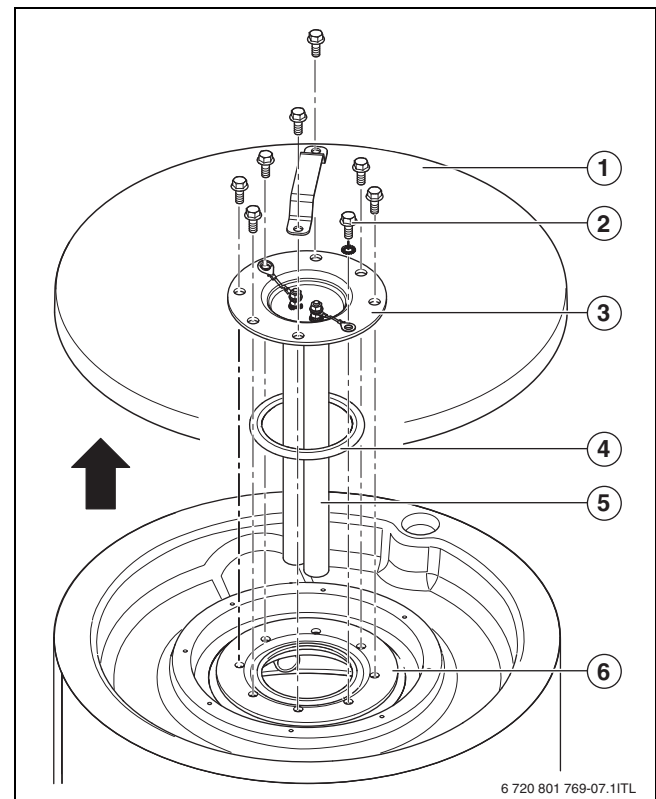
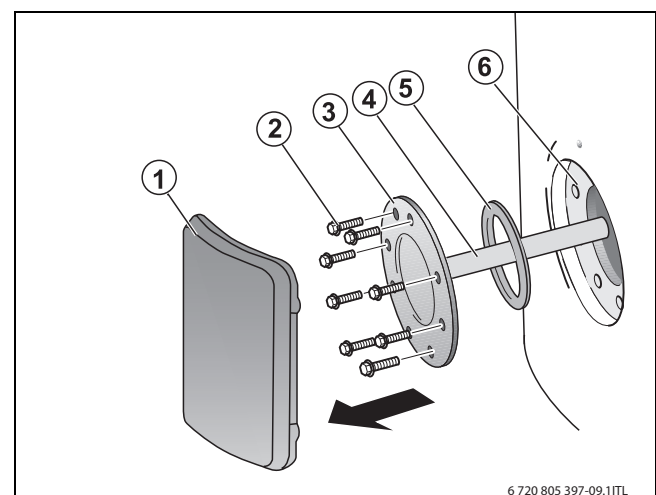

Fig. 17 Démontez le couvercle de la trappe de visite SU54/5
Fig. 18 Démontez le couvercle de la trappe de visite SU80/5, SU100/5
- ▶ Retirer le recouvrement de l'habillage PS (SU54/5) (→ fig. 17, page 51, [1]) ou le couvercle de la trappe de visite (SU80/5, SU100/5) (→ fig. 18, page 51, [1]) du ballon d'eau chaude sanitaire.
- D monter la trappe de visite (→ fig. 17, page 51) si ce n'est pas encore le cas.
- Démontez la trappe de visite (→ fig. 17, page 51) si ce n'est pas encore le cas.